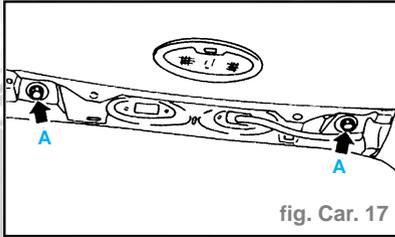

fig. Car. 17
- Desserrer les vis de fixation des charnières (A) (fig. Car. 17).